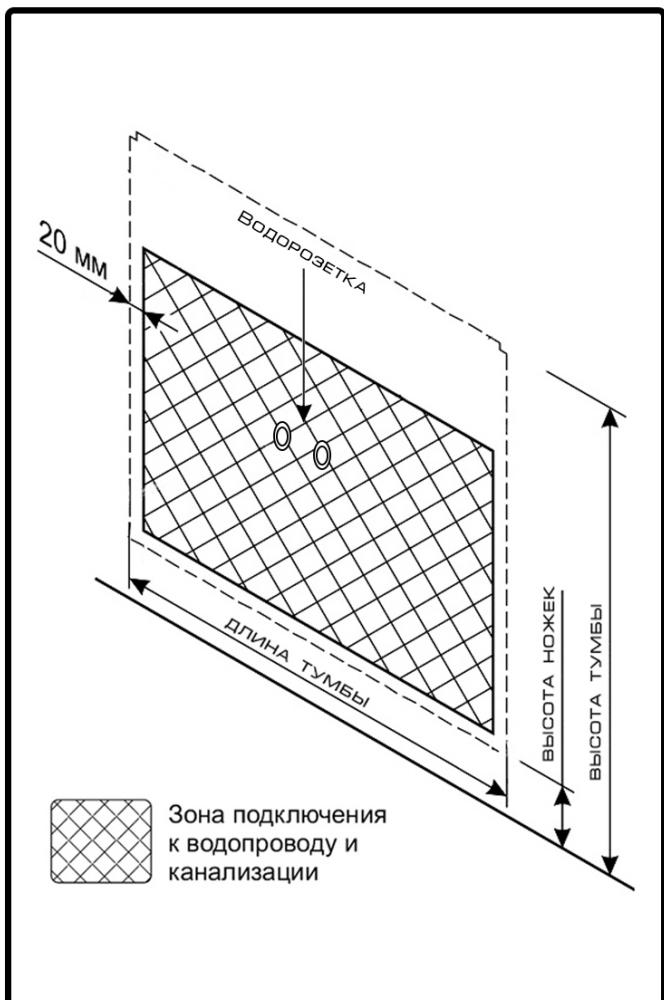

Рис.1 РАЗМЕТКА ГАБАРИТОВ НА СТЕНЕ
- После выбора места под тумбу, на стене стоит очертить общие габариты тумбы и зону подключения к водопроводу и канализации. Размеры зоны подключения определяются отступом 2-3х см. от низа, крайних боков и места крепления тумбы к стене (высота ножек при этом не учитывается (**рис.1**)).